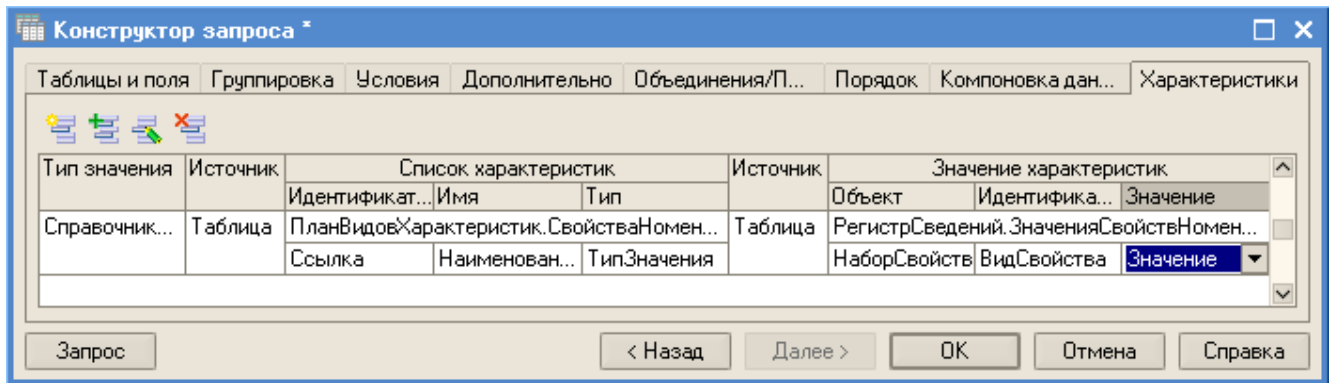

Рис. 145
- на следующем шаге укажите, откуда система компоновки данных будет получать список характеристик. В качестве такого источника можно использовать либо таблицу базы данных, либо результат какого-либо запроса к таблицам. В нашем случае все характеристики хранятся в плане видов характеристик *СвойстваНоменклатуры*, поэтому в качестве источника укажите *Таблица*, а в поле *Список характеристик* выберите *ПланВидовХарактеристик.СвойстваНоменклатуры* (рис.145);
- далее опишите назначение полей источника, содержащего список характеристик. В поле *Идентификатор* выберите *Ссылка*, в поле *Имя* – *Наименование*, в поле *Тип* – *ТипЗначения* (рис.145);
- о опишите назначение полей регистра: в поле *Объект* выберите измерение *НаборСвойств*, в поле *Идентификатор – ВидСвойства*, а в поле *Значение – ресурс регистра Значение* (рис. 145).